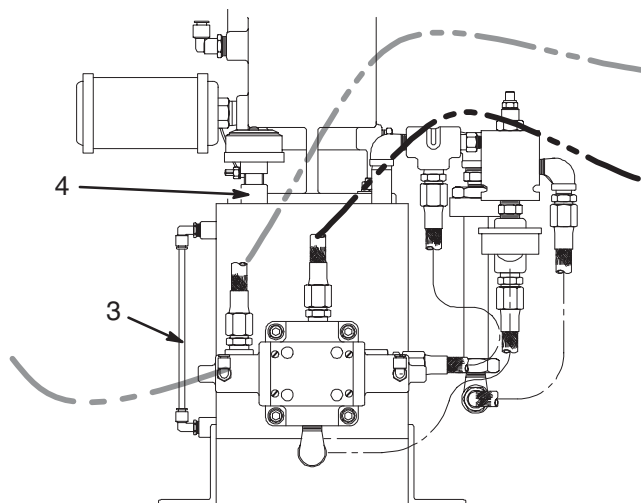

Fig. 9
Verificare il livello del fluido idraulico nell'unità di alimentazione (Fig. 9). Deve essere a circa 51–102 mm dalla parte superiore del manometro del fluido (3). Se necessario, aggiungere altro fluido idraulico, attraverso il foro di sfiato (4) (Codice Graco 169236).